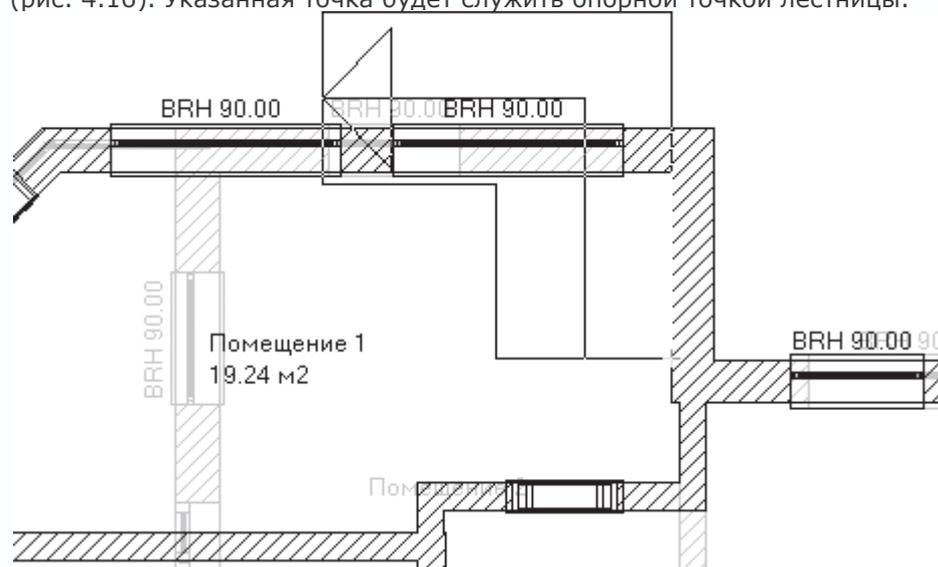

Рис. 4.16. Опорная точка L-образной лестницы с площадкой
3. Щелкните кнопкой мыши на внутренней поверхности восточной стены комнаты Помещение 1 ближе к ее южному краю (рис. 4.16). Указанная точка будет служить опорной точкой лестницы.